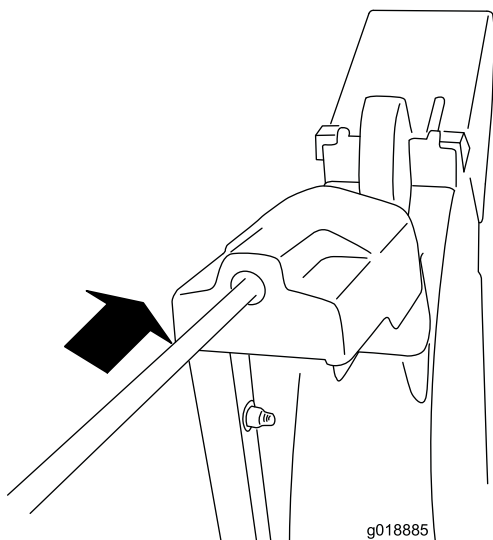

Figura10
4. Introduceți capătul frontal al tijei în deschiderea din spatele capacului angrenajului de jgheab, până când acesta este glisat în angrenajul jgheabului (Figura10).